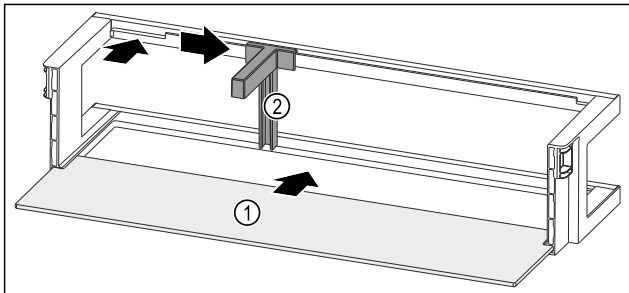

Fig. 264 Türabsteller mit Abstellfläche
- ▶ Abstellfläche Fig. 264 (1) in die seitlichen Aussparungen einschieben.
- ▶ Flaschenhalter Fig. 264 (2) in die Aussparung einsetzen.
- ▶ Flaschenhalter Fig. 264 (2) in gewünschte Position zur Seite schieben.